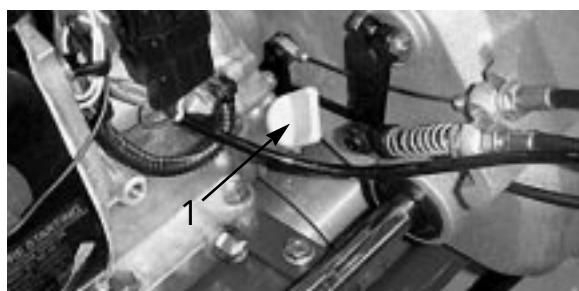

図 8
1. エンジンが水平になるように駐車し、オイル・ゲージの周囲をきれいに拭く（図8）。